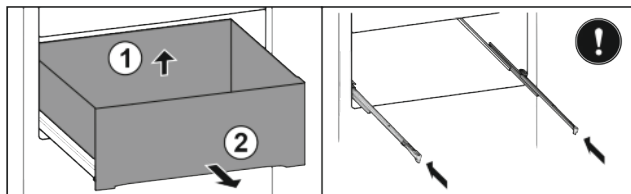

Fig. 27*
- ▶ Unieść szufladę z tyłu Fig. 27 (1).*
- ▶ Wyjąć do przodu Fig. 27 (2).*